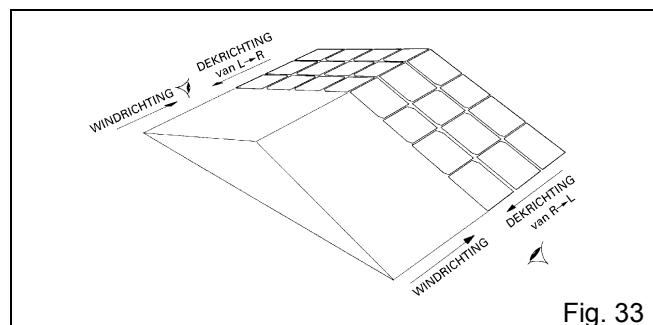
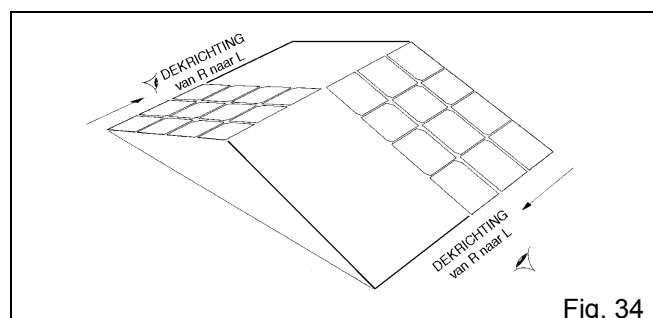

Fig. 33
Fig. 34
N.B.: Voor het aangeven van de dekricting bekijkt men het dakvlak steeds van beneden uit, staande voor het dakvlak (zie Fig. 33 en Fig. 34).